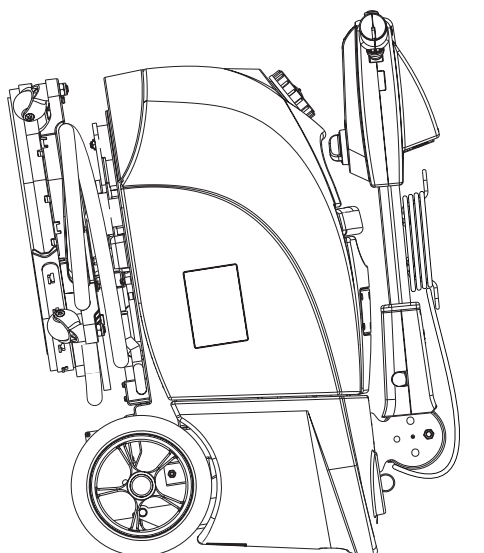

Figure 3
2. Ouvrir le couvercle (4) et débrancher le connecteur (7) de la batterie.
4. Pour mieux sauvegarder la brosse et les lamelles en caoutchouc de l'embouchure, tourner le guidon (1) et garer la machine comme indiqué dans la figure 3.